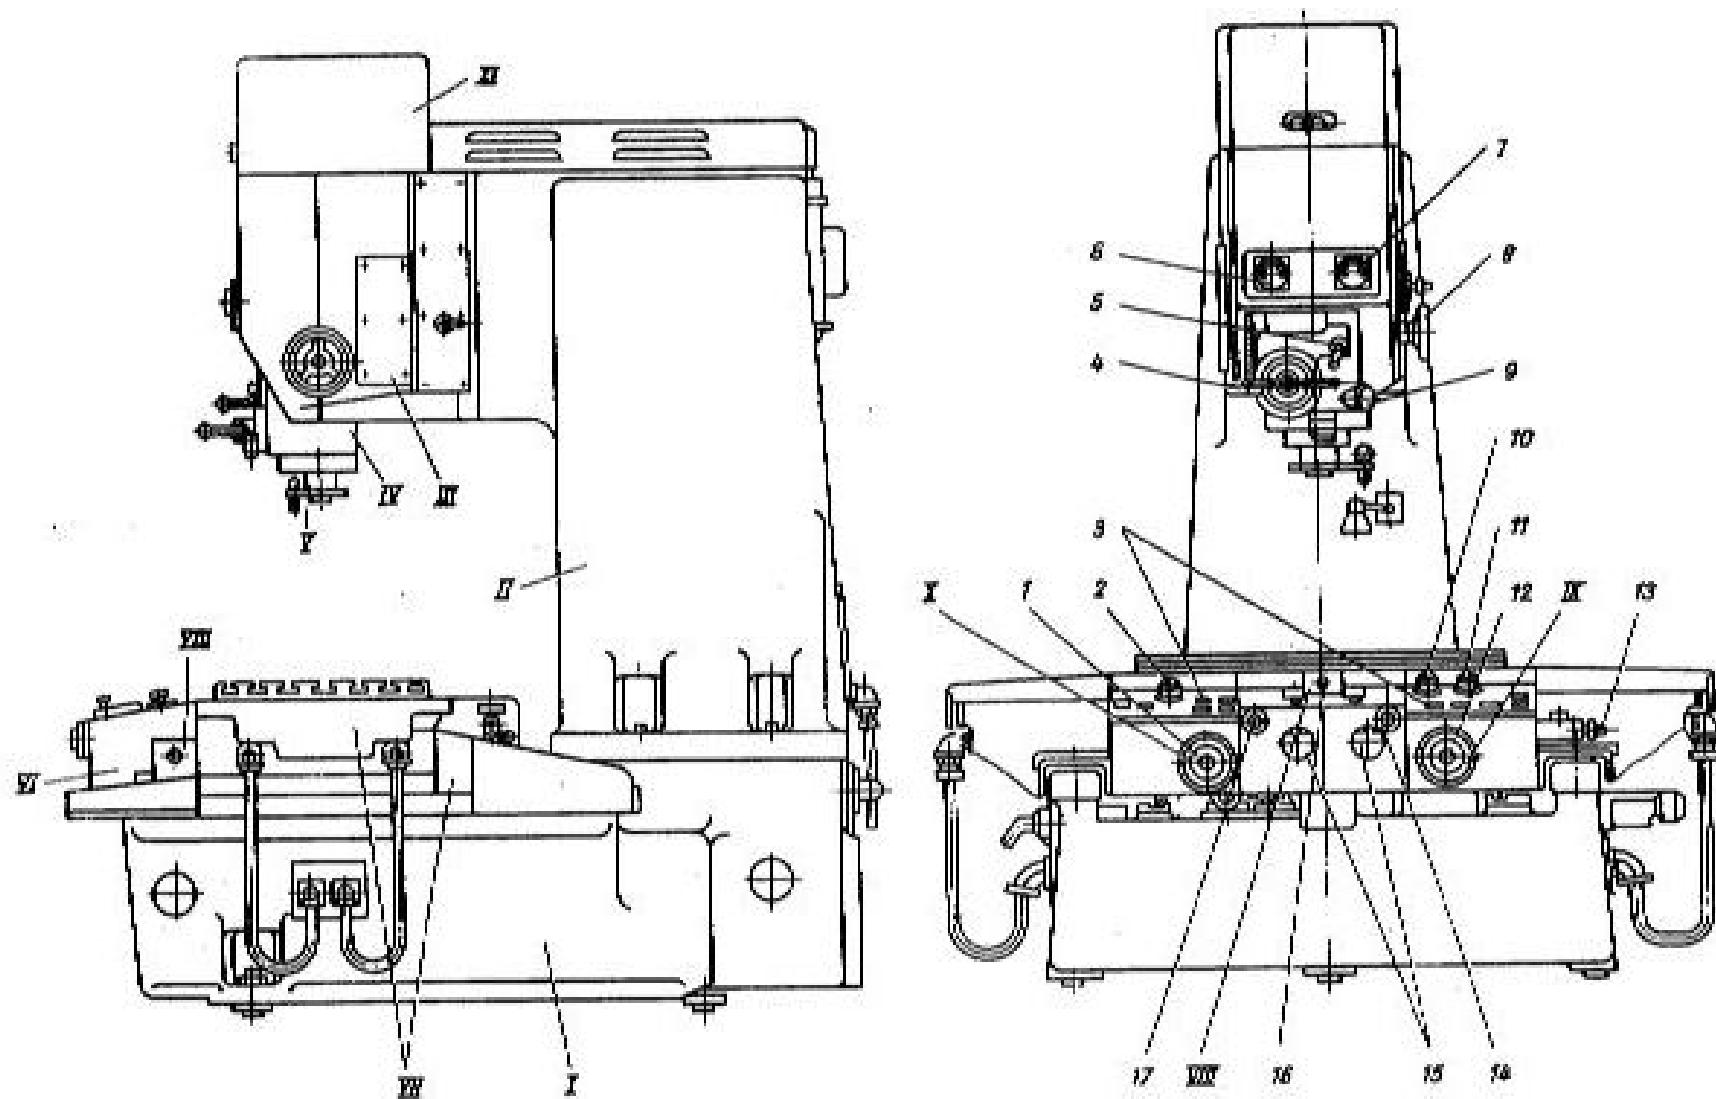

Рис. 5. Расположение органов управления и основных групп станка (группы станка обозначены пиками цифрами)
Органы управления (рис.5)
6. Выбор величины подачи гильзы осуществляется регулятором 3 с контролем по указателю скорости 7 (см.рис.5).
Станок состоит из следующих основных групп: I - станина; II - стойка; III - блок направляющих; IV - шпиндельная коробка; V - шпиндель; VI - пульт управления; VII - стол и салазки; VIII - механизм предварительного набора координат; IX - привод перемещения стола; X - привод перемещения салазок; XI - коробка скоростей (см.рис.5).